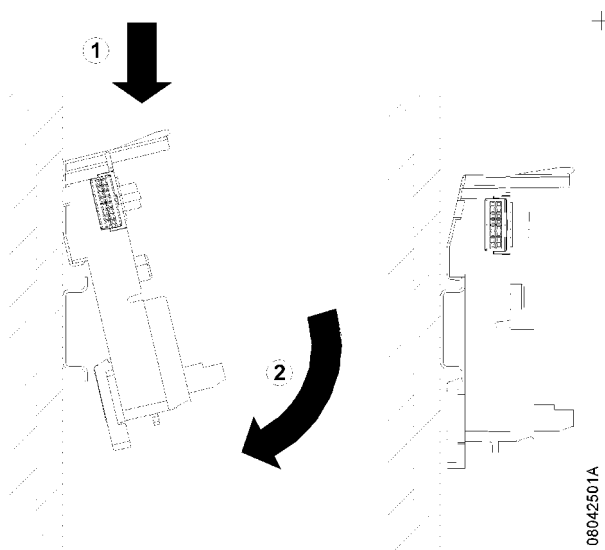

Figura 4-1. Instalação da base
1. Encoste a base na superfície do painel de montagem, como mostra a figura 4-1 a seguir.